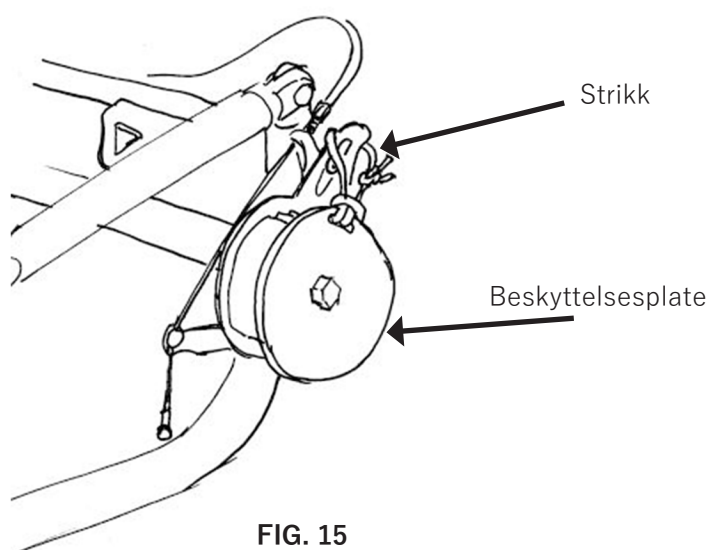

FIG. 15
**Parkeringsbremsene må være av for å fjerne bakhjulene. Påfør medfølgende beskyttelsesplater;** sikre platene ved å feste strikken rundt bremsemekanismen (se fig. 15). Hjulene kan oppbevares flatt i midten av den sammenslåtte vognen.